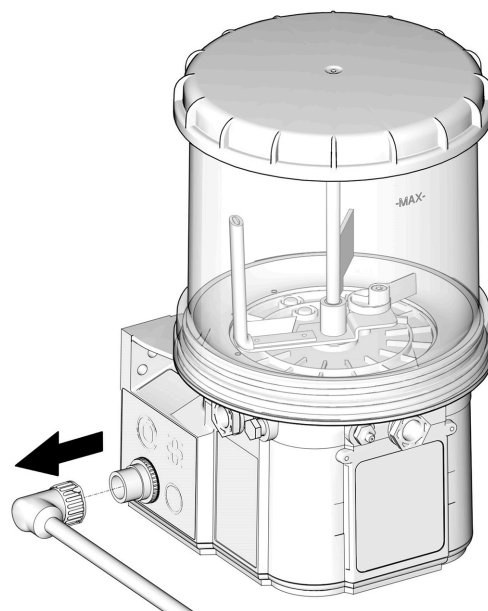

FIG. 25
**REMARQUE :** Si un coupe batterie n'est pas disponible, retirer le cordon d'alimentation (FIG. 25).